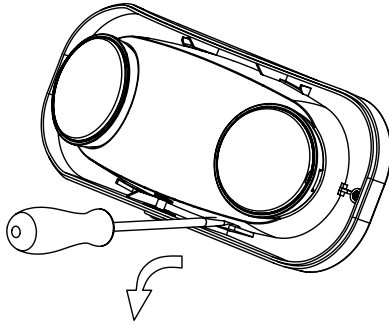

Figure 2
## WALL MOUNT-BACK POWER FEED (SEE FIG 2)
2. Use flat blade screwdriver insert the two slots and pry off front cover from back plate.(see Fig 2).
## ALIMENTATION ÉLECTRIQUE MURALE ARRIÈRE (VOIR FIG. 2)
2. À l'aide d'un tournevis à lame plate, insérez-le dans les deux fentes et soulevez le couvercle avant de la plaque arrière (voir Fig. 2).